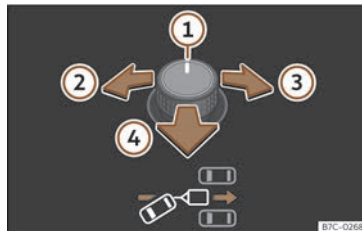
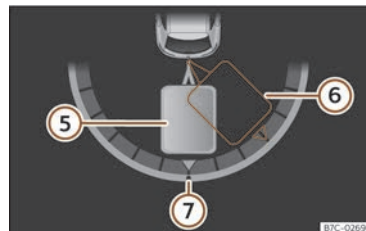

Abb. 144 Drehknopf für die Außenspiegel: Ausrichtung des Anhängers einstellen.
Abb. 145 Bildschirm des Kombi-Instruments: Rückwärtsfahren.
Legende zu >>> (Abb. 144), >>> (Abb. 145):
- Drehknopf kippen, bis die gewünschte Richtung erreicht ist >>> (Abb. 144). Am Bildschirm des Kombi-Instruments erscheint zur Orientierung eine Darstellung des Gespanns in der aktuellen Position >>> (Abb. 145).